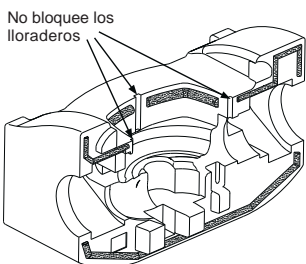

Fig. 5 La aplicación de sellador (áreas de los puntos indican sellador)
2. Aplicar un sellador de base de silicona que sea prueba de agua, calor resistente, a la cáscara aislamiento. Tener cuidado de no bloquear, los lloraderos de las cáscara aislamiento mientras se aplica el sellador. Si no se siguen los procedimientos adecuados por de ubicación sellador podría dañar el motor y/o la cáscara aislamiento. Ver a fig. 5 por lugares adecuados para la aplicación del sellador.